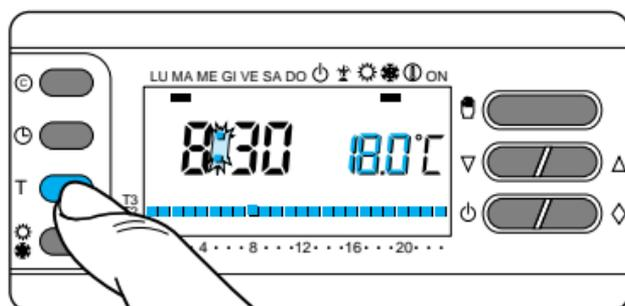

Fig. 38
**6.5** - Pulse el botón T para confirmar la temperatura visualizada en el display, y para pasar al nivel de temperatura siguiente (fig. 38).